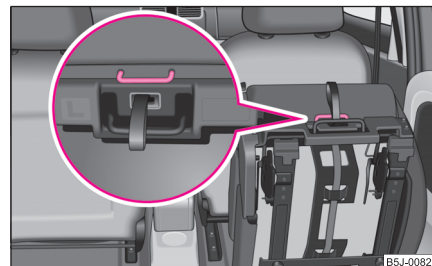

Fig. 55 Poignée au niveau de l'assise du siège
- Attrapez le siège avec la poignée au niveau de l'assise pour le sortir ⇒ fig. 55.